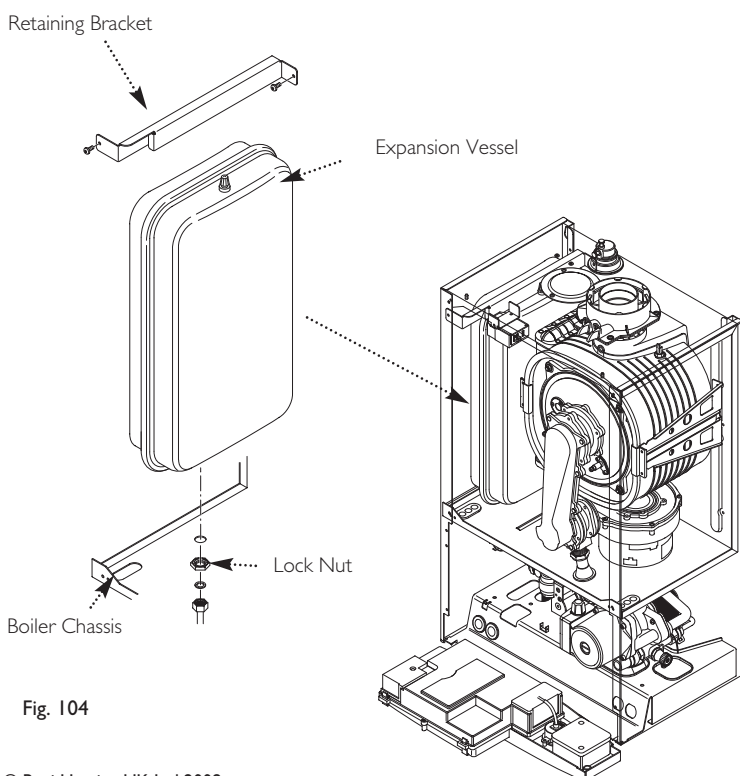

Fig. 104
14.24 Expansion Vessel (Fig. 104)